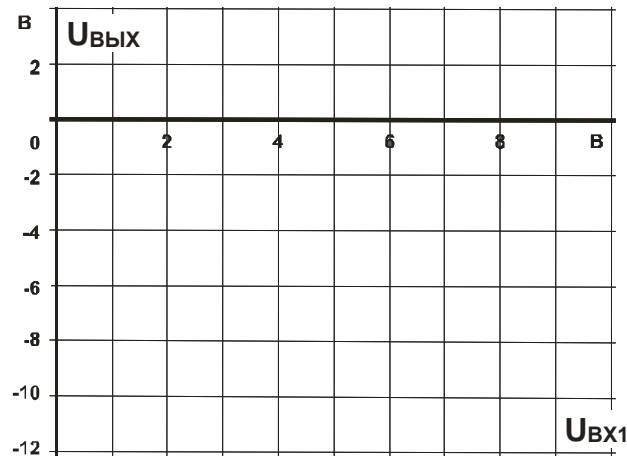

Рис. 8.3.3.
- Результаты измерений занесите в таблицу 8.3.1. На графике (рис. 8.3.3) постройте зависимость выходного напряжения  $U_{ВЫХ}$  от входного  $U_{ВХ1}$ .